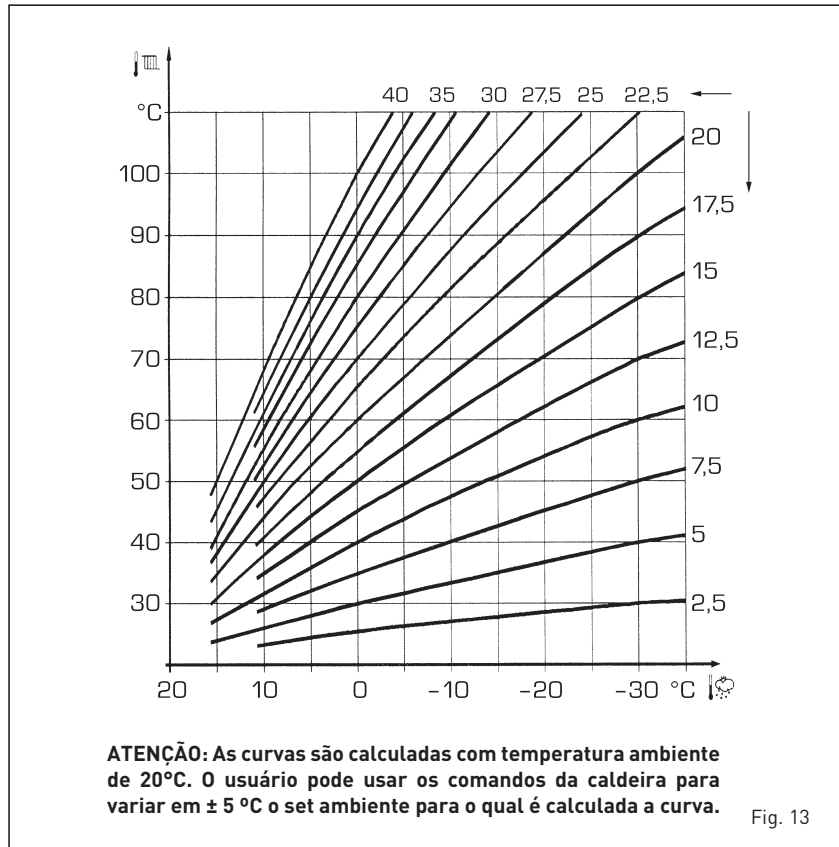

Fig. 13
3.4 SONDA EXTERIOR LIGADA (fig. 13)
Aumentando inclinação representada pelas curvas da fig. 13 aumenta-se a temperatura de ida do circuito em correspondência com a temperatura exterior.